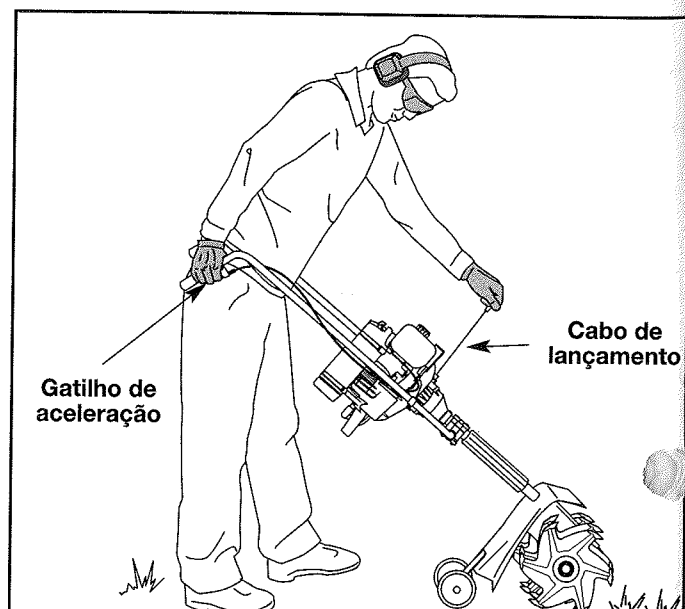

Fig. 17
5. Apertando o acelerador até a posição máxima de abertura (aceleração máxima), segure a manopla da corda de partida e puxe a corda de partida com vigor (Fig. 17). Continue puxando até que o motor soe como se estivesse ligando (normalmente de 2 a 5 vezes).
7. Puxe energicamente o cabo de lançamento 1 a 3 vezes para fazer o motor arrancar (Fig. 17).
1. Solte o gatilho do acelerador (Fig. 17). Deixe o motor arrefecer trabalhando ao ralenti.